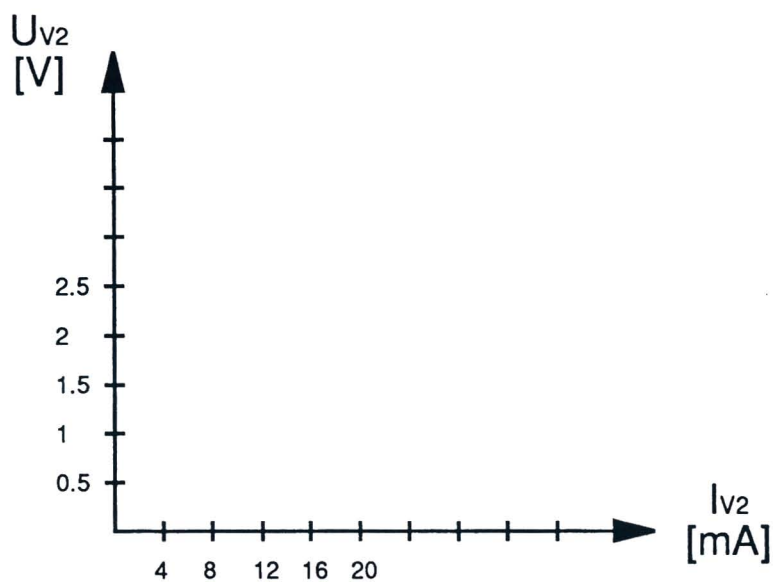

Fig. 8.3
- 7) Representar la curva de la característica del diodo led en la Fig. 8.3.